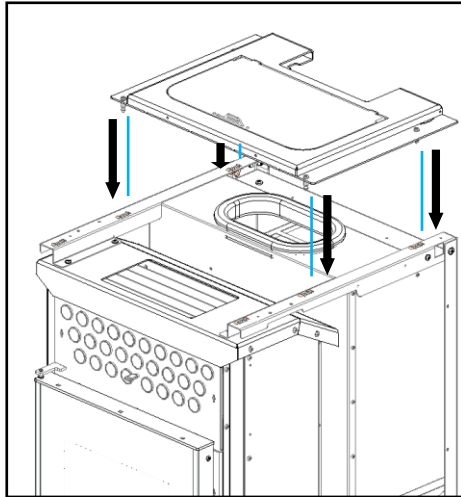

Figure 99 - Installation du couvercle supérieur
a) Placer le couvercle supérieur comme représenté sur la Figure 99. Afin d'assurer son bon positionnement, il contient quatre chevilles dessous, qui doivent se clipser dans les « ressorts » qui se trouvent sur la structure.